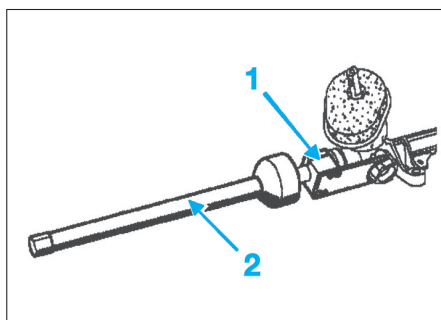
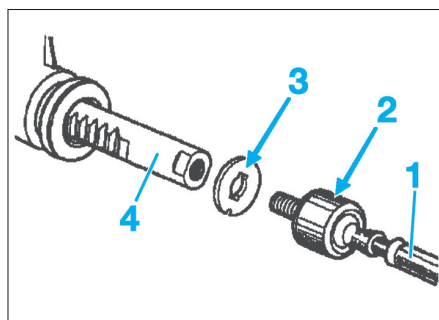

FIG. 14
FIG. 15
- (1) Outil de blocage de la crémaillère (ref. Renault 1306-04) (Fig.14).
- (2) Outil de déblocage de la biellette de direction (Ref. Renault 1305-01) (Fig.14).
- Mettre un outil (1) de blocage sur la crémaillère (exemple : outil Renault 1306-04) (Fig.14).
- Débloquer la biellette de direction à l'aide d'un outil de maintien approprié (2) (exemple outil Renault 1305-01).
- Déposer le manchon (1) avec la rotule (2) et la rondelle (3) de la crémaillère (4) (Fig.15).